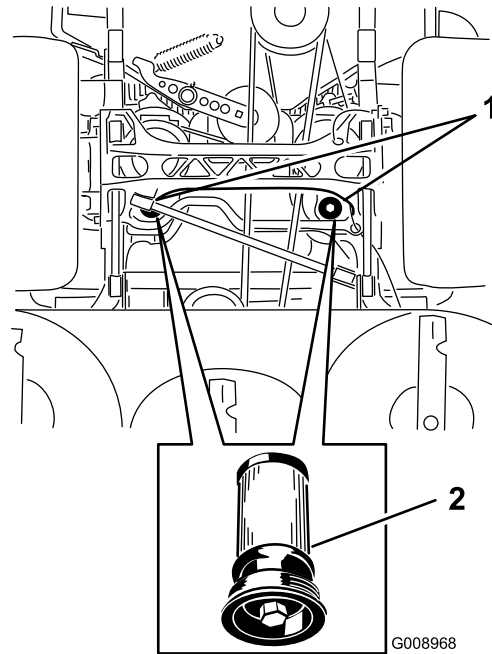

Figura 85
5. Coloque un recipiente debajo del filtro, retire el filtro usado y limpie la superficie (Figura 85).
6. Aplique una capa fina de fluido hidráulico a la junta de goma del filtro nuevo (Figura 85).